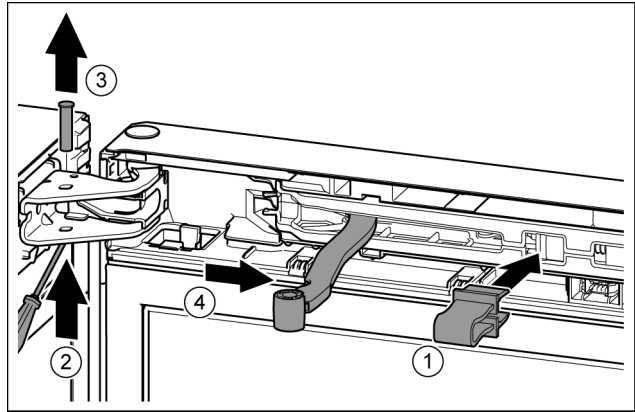

Fig. 13
- ▶ A biztosítékot pattintsa be a nyílásba. Fig. 13 (1)
- ▶ A csavarhúzóval tolja ki a csapszeget. Fig. 13 (2)
- ▶ Felfelé vegye ki a csapszeget. Fig. 13 (3)
- ▶ Forgassa az ajtó irányába a csuklót. Fig. 13 (4)